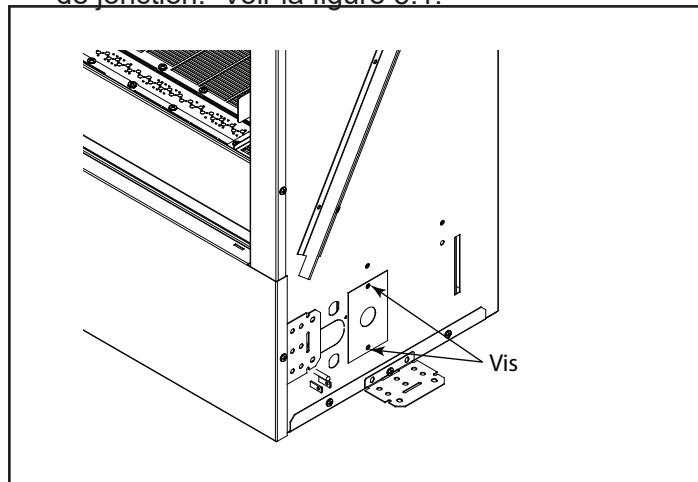

Figure 5.1. Retrait du panneau d'accès
- Retirez (2) vis fixant le panneau d'accès à la boîte de jonction. Voir la figure 5.1.
- Reconnectez la boîte de jonction et remontez-la. Voir la figure 5.1.